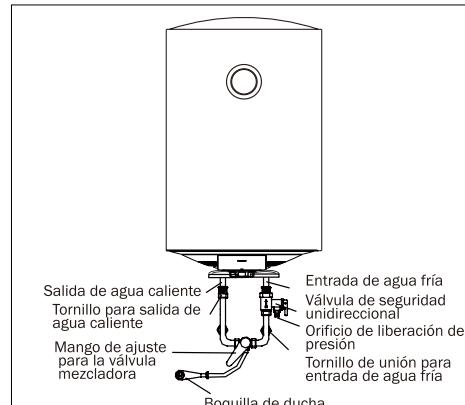

Fig. 3
- Con el fin de evitar fugas al conectar las tuberías, las juntas de sellado de goma provistas con el termo deben añadirse al final de los hilos (ver fig.3.) Asegurar juntas a prueba de fugas.
- In order to avoid leakage when connecting the pipelines, the rubber seal gaskets provided with the heater must be added at the end of the threads (see fig.3). Ensure leak proof joints.
(Fig.3)